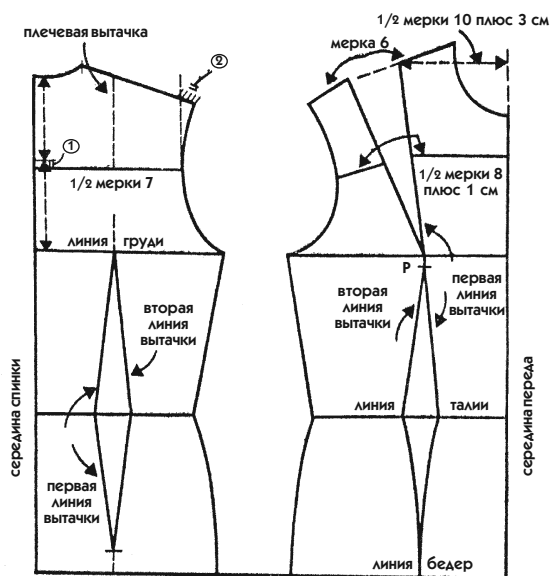
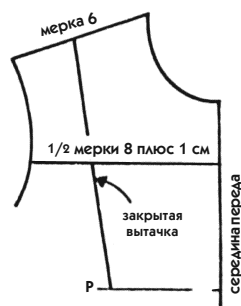

Рис. 11
Рис. 12
- На срединной линии спинки (рис. 11) разделите отрезок между линией груди и горловиной пополам. От этой точки отступите вниз 1 см и проведите горизонтальную линию ширины спинки.
- Проведите линию проймы, как показано на рис. 11. Обратите внимание, что она начинается наклонно от плеча, имеет небольшую кривизну и достигает уровня ширины спинки, а затем продолжается с той же кривизной к подмышечной впадине.
- Перегните бумагу по первой линии вытачки от точки Р до линии плечевого среза (см. рис. 12). Сгиб должен проходить точно по линии и быть хорошо выраженным, как если бы вы собирались разрезать бумагу в этом месте ножом.
- На сложенной таким образом бумаге продлите линию плечевого среза в направлении от горловины и придайте ей настоящую длину, то есть мерку № 6 (14 см). Посмотрите на рис. 12, который представляет верхнюю часть лифа с закрытой вытачкой.
- Расколите вытачку и расправьте бумагу на плоскости, как показано на рис. 11.
- Начертите линию проймы переда, как показано на рис. 12. Она должна сначала идти почти параллельно второй линии плечевой вытачки до линии ширины груди, а затем соединиться с линией глубины проймы, приобретая большую или меньшую кривизну в зависимости от фигуры (рис. 11).
- От этой точки проведите новую наклонную линию плечевого среза, соединяющуюся с проймой. Для большей ясности эта работа показана на отдельной схеме, представленной на рис. 13, который является логическим завершением рис. 11.